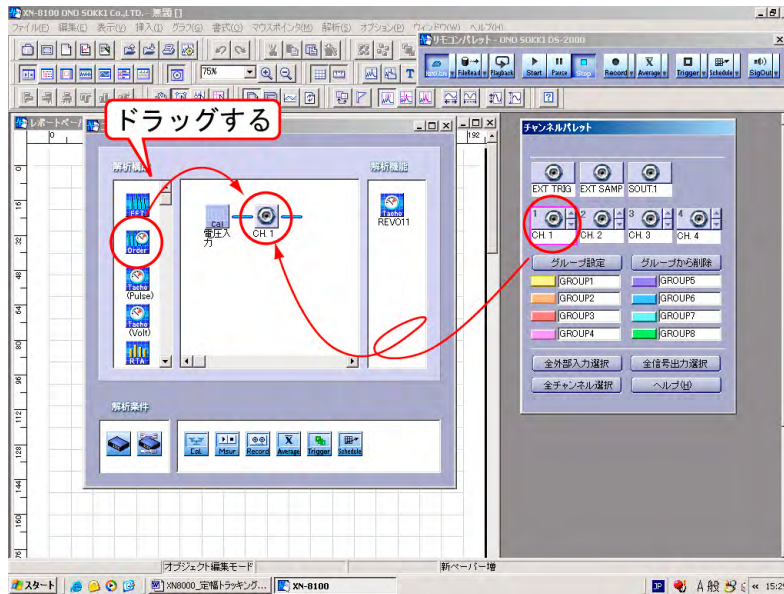
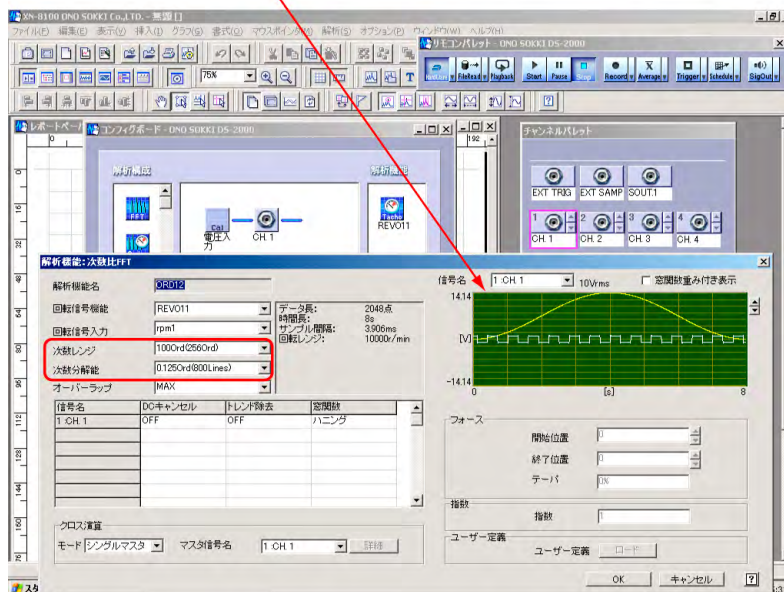

図 5
図 6
- ⑩ [回転信号 (パルス)] ダイアログの OK ボタンをクリックし、ダイアログを閉じます。トラッキングでは回転速度が正しく測定できることが重要なポイントです。
- ⑪ チャンネルパレットの【CH1 コネクタ】アイコンをクリックします。コンフィグボードに ch1 アイコンが表示されます (図 5)。
- ⑫ 【Oder】アイコンを CH1 に接続するようにドラッグします (図 5)。自動的に [次数比 FFT] ダイアログが開きます (図 6)。「Oder」アイコンを設定すると、自動的に EXT SAMP (外部サンプリング) が設定されます。
上図 6 のモニター内には外部サンプリングされたデータ波形が表示されます。